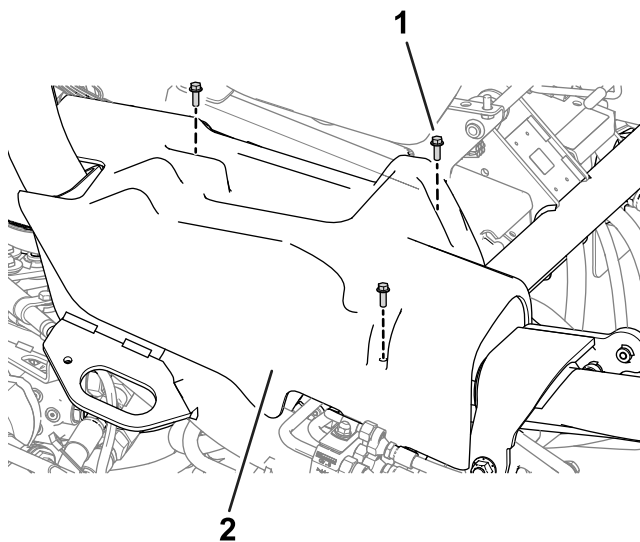

图 9
4. 从机器上卸下右侧盖子图 9。
8. 将右侧盖子安装到机器上图 9。